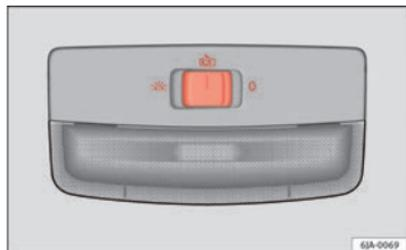

Fig. 60 Éclairage intérieur - variante 2
- Amenez la commande des feux en position  ⇒ fig. 60.